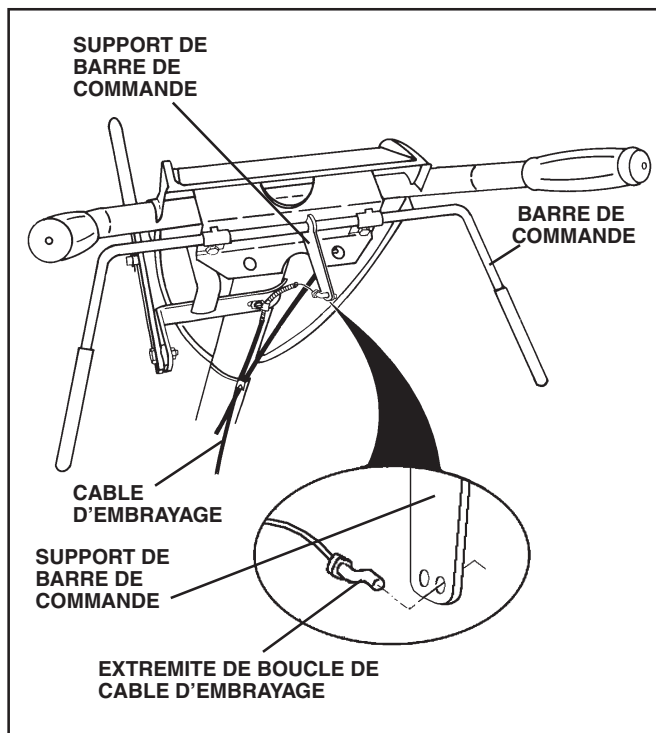

FIG. 6
ATTACHER LE CÂBLE D'EMBRAYAGE (Voir la fig. 6)
- Assurez-vous que l'indicateur du levier de changement de vitesse soit en position point mort (N) (Voir la fig. 6).